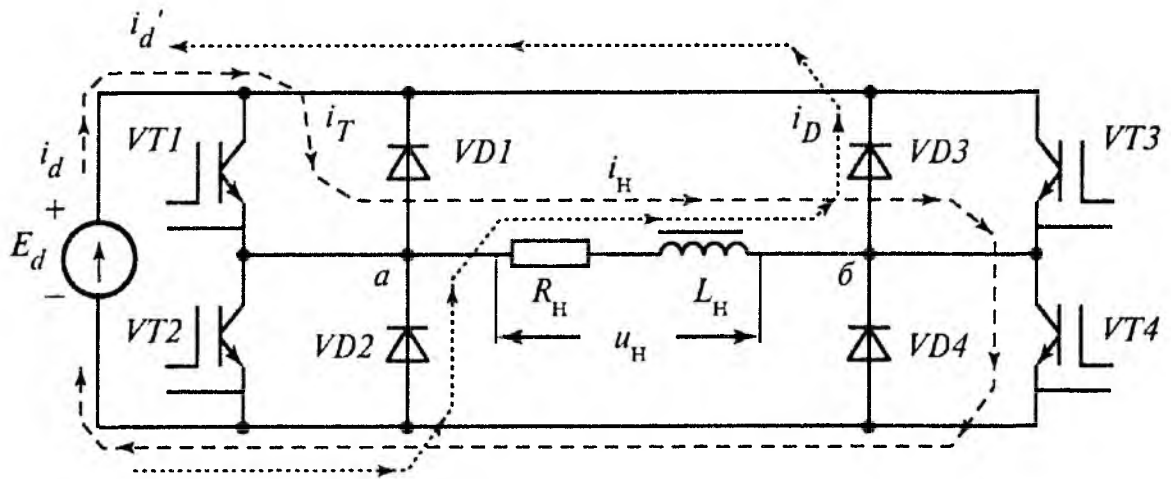
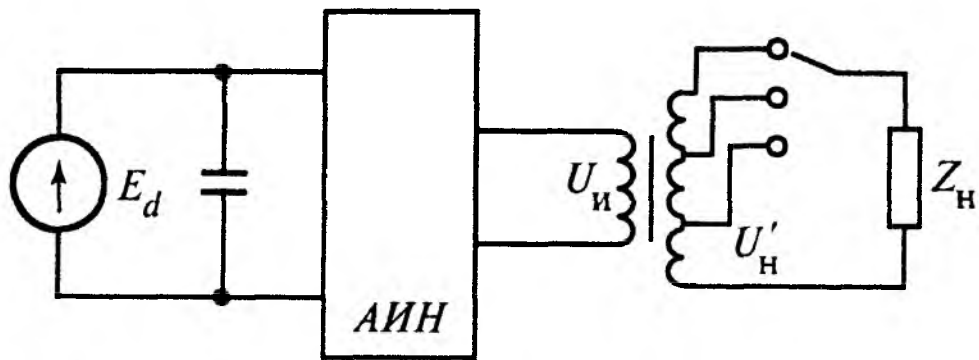

Рис. 1
Рис. 2
1. Однофазный АИН собран по схеме рис.1 $E_d = 100$ В, $R_H = 10$ Ом, $L_H = 0,064$ Гн, $f_H = 50$ Гц. Определить максимальное значение тока нагрузки $I_{H \cdot \max}$.
2. Однофазный АИН собран по схеме рис.1 $E_d = 100$ В, $R_H = 10$ Ом, $L_H = 0,064$ Гн, $f_H = 50$ Гц. Определить минимальное значение тока нагрузки $I_{H \cdot \min}$.
3. Однофазный АИН собран по схеме рис.1. Используя метод основной гармоники (считая, что потребляемый от инвертора ток имеет синусоидальную форму), рассчитать, на какие средние значения токов должны быть выбраны силовые транзисторы (I_{VT}), обратные диоды (I_{VD}). Определить среднее значение тока, потребляемого от источника постоянного напряжения I_d , максимальное значение напряжения, прикладываемого к транзисторам $U_{VT \max}$ и обратным диодам $U_{VD \max}$, если действующее значение выходного тока инвертора $I_{\text{вых}} = 10$ А, угол сдвига между током и напряжением $\varphi = 30^\circ$ и напряжение источника питания $E_d = 100$ В.
4. Однофазный АИН собран по схеме рис.1 и формирует кривую
5. Однофазный АИН собран по схеме рис.1 и формирует кривую выходного напряжения в виде меандра. Определить необходимое значение коэффициента трансформации выходного трансформатора (рис.2) K_T для получения действующего значения напряжения на нагрузке $U_H = 100$ В, если напряжение источника питания $E_d = 50$ В.